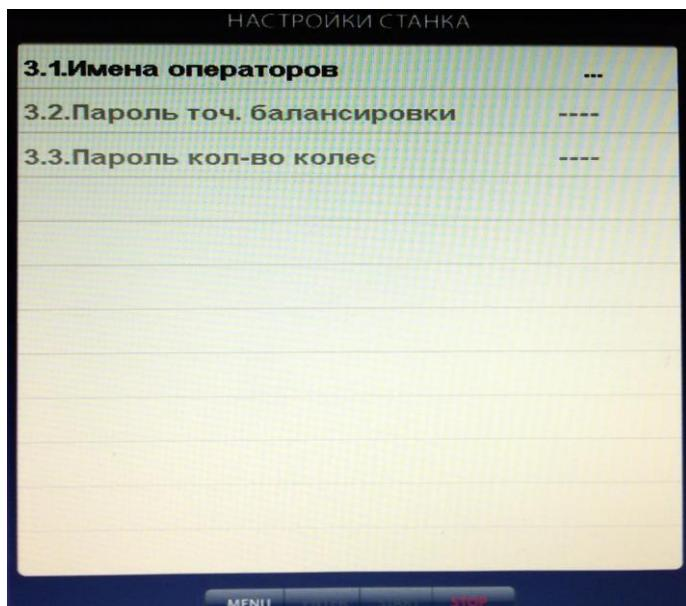
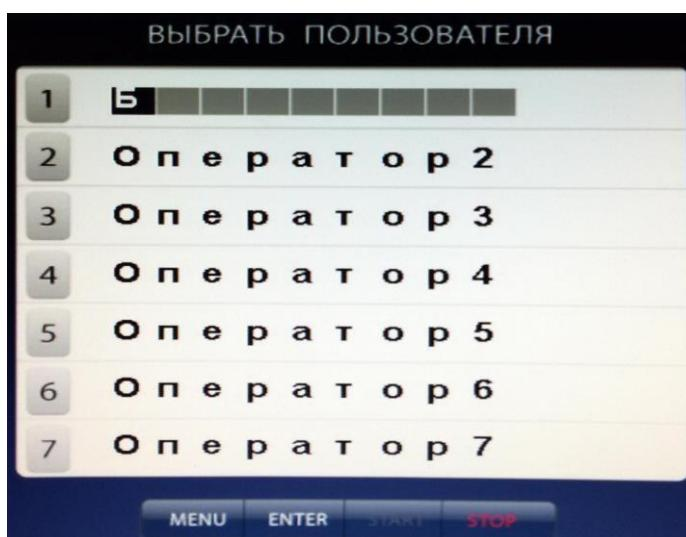
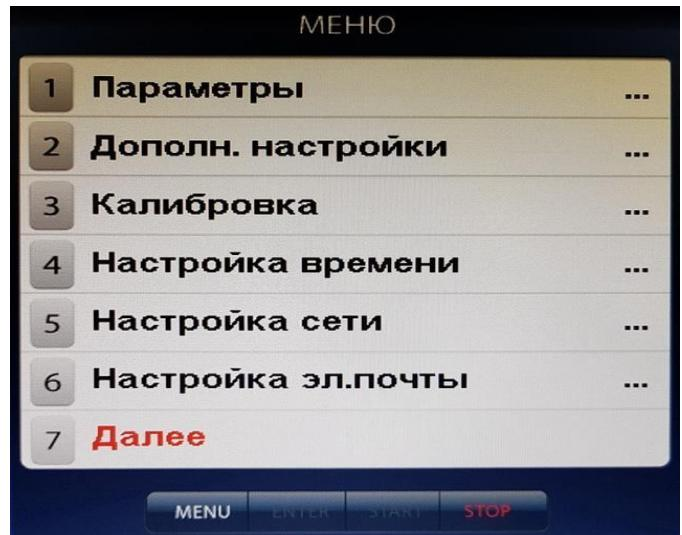

Рис. 17.2.
Рис. 17.3.
Рис.17.1
На экране появится окно MENU, нажмите кнопку 7 «Далее» на экране появится окно второй страницы MENU (рис.17.1). Выберите «Дополн. настройки», нажав кнопку 2, на экране откроется окно «Настройки станка» (рис.17.2). Нажмите кнопку 1 «Имена операторов» на экране откроется окно «Выбрать пользователя» со списком операторов, (рис.17.3).
17.3.1. Нажмите кнопку «MENU». На экране появится окно MENU, нажмите кнопку 1 «Выбрать пользователя» на экране появится окно «Выбрать пользователя» со списком задействованных операторов (рис.17.3).